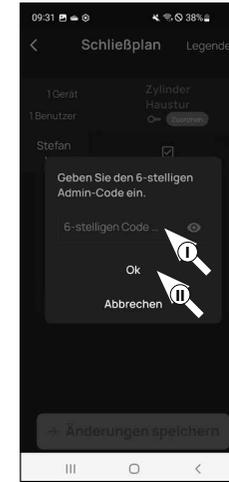

Abb. 5
- Sie werden gebeten, sich mit Ihrem Administratorcode zu verifizieren. Geben Sie ihn ein und bestätigen Sie mit „OK“ (Abb. 5).